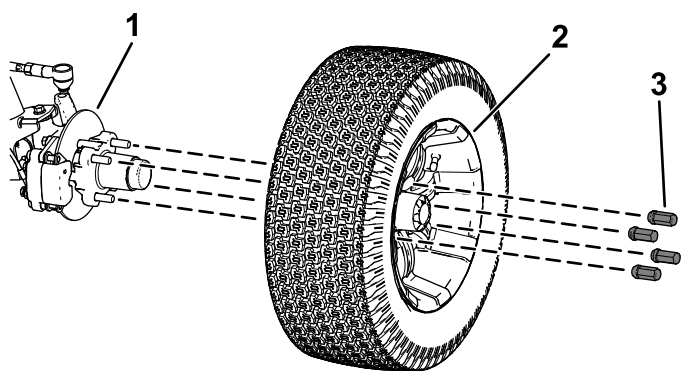

Figura 37
2. Retire as 4 porcas de rodas que prendem a roda ao cubo (Figura 37).
4. Alinhe os orifícios na roda com os pinos do cubo e monte a roda no cubo com a haste da válvula para fora (Figura 37).
5. Prenda a roda ao cubo utilizando as porcas das rodas (Figura 37).